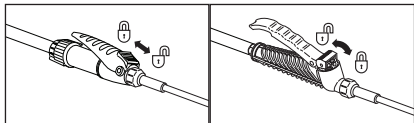

Figure 8. Ouvrir et fermer le verrou de robinet
3. Pour une pulvérisation continue, pressez la poignée d'arrêt et glissez le levier vers vous ou tournez le levier vers l'embout. Pour déverrouiller, glissez le verrou vers l'embout ou tournez le verrou vers vous. Voir la Figure 8.